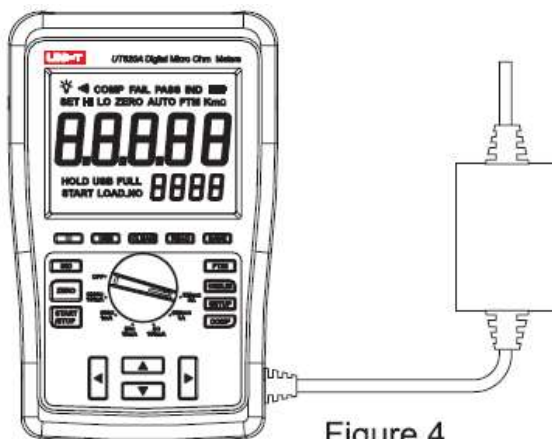

Figure 4
1. Rotiti comutatorul rotativ de pe pozitia OFF pe oricare domeniu de rezistenta, pe ecran va apare „AUTO  $\Omega$ ” si „----”, pe afisajul principal (fig. 4):
2. Introduceti adaptorul de alimentare in conectorul corespunzator (vezi fig. 4):